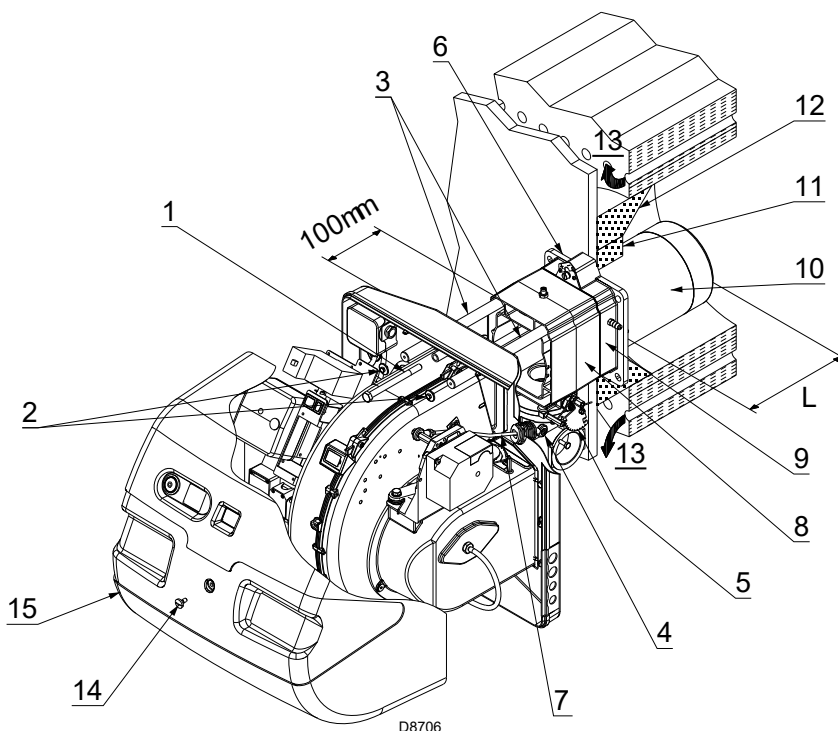

Fig. 10
Per le caldaie con giro dei fumi anteriore 13)(Fig. 10), o con camera ad inversione di fiamma, eseguire una protezione in materiale refrattario 11)(Fig. 10), tra refrattario caldaia 12) e boccaglio 10)(Fig. 10).
Separare la testa di combustione dal resto del bruciatore, (Fig. 10):
- togliere la vite 1) ed estrarre la parte interna 2)(Fig. 10).
Fissare la flangia 9)(Fig. 10) alla piastra della caldaia interponendo lo schermo isolante 6)(Fig. 10) dato a corredo.